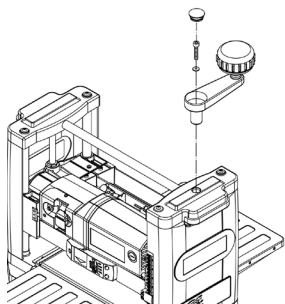

Fig. 2 – Montaje de la manopla de ajuste de altura
- Para montar la manopla de ajuste de profundidad, fije la misma en la máquina (Fig. 2).